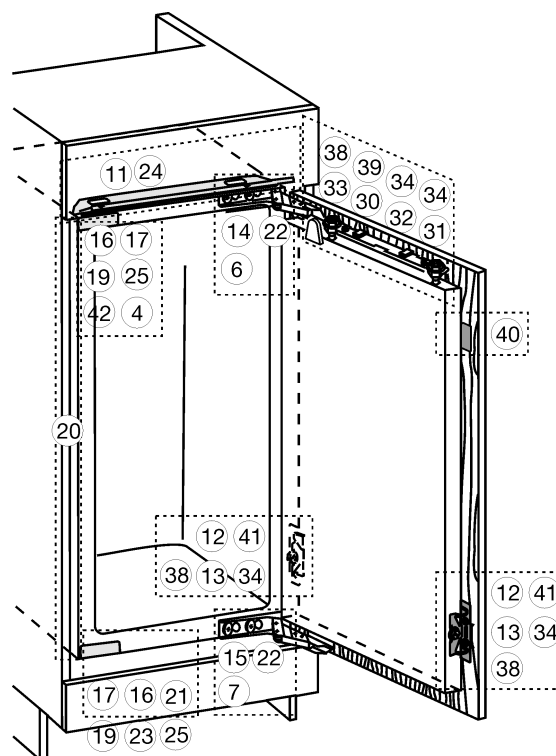
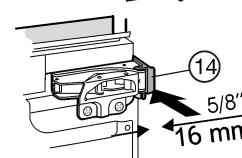
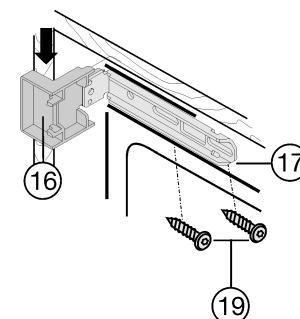
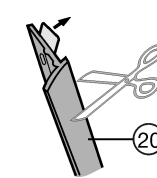

Fig. 14
Fig. 22
Fig. 23
Fig. 24
- Retire las cubiertas Fig. 14 (4,6,7).
- Sujete la pieza distanciadora Fig. 22 (14) y la pieza distanciadora Fig. 14 (15) en las bisagras.
- Coloque las cubiertas Fig. 23 (16) en la parte superior e inferior sobre las escuadras de fijación Fig. 23 (17).
- Fije las escuadras de fijación Fig. 23 (17) con los tornillos Fig. 23 (19) en la parte superior y los tornillos Fig. 14 (19) en la parte inferior para que la escuadra se pueda mover un poco hacia la izquierda y hacia la derecha.
- Retire la lámina protectora de la tira tapajunta Fig. 24 (20).
- Coloque la tira tapajunta Fig. 24 (20) en el lado del tirador y enrasada en el saliente de la cubierta Fig. 23 (16) y adhiérala a la pared lateral del aparato.
- Si es necesario, acorte la tira tapajunta Fig. 24 (20) en la parte inferior: La tira tapajunta Fig. 24 (20) debe terminar 1/8" (3 mm) por encima del canto superior de la escuadra de fijación inferior Fig. 14 (17).
- Introduzca el aparato hasta que las cubiertas Fig. 23 (16) alcancen la pared lateral del mueble Fig. 23.
- ▶ Tenga en cuenta la medida de montaje (profundidad de las piezas de tope de la puerta): Deje que las bisagras y las cubiertas Fig. 23 (16) sobresalgan en la medida de montaje.
- ▶ Alinee el aparato vertical mediante las patas de ajuste con la llave de boca Fig. 14 (21) suministrada.